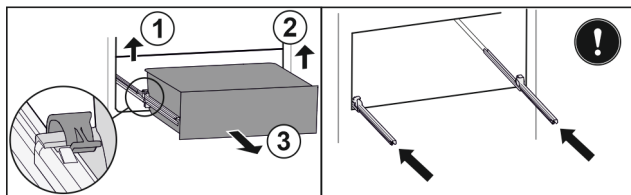

Fig. 127
- ▶ Приподнимите левый зажим и одновременно вытяните движением вперед выдвижной ящик слева. Fig. 127 (1)
- ▶ Приподнимите правый зажим и одновременно вытяните движением вперед выдвижной ящик справа. Fig. 127 (2)
- ▶ Извлеките выдвижной ящик движением вперед. Fig. 127 (3)